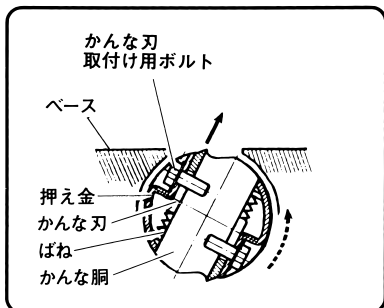

図 18
- (3) ナットカバーをひらき、かな刃回転用つまみをまわし、かな刃取付け用ボルトを上にしてかな刃固定装置のレバーを指先で押し右にまわしてかな刃を固定します。
- (4) 付属のボックススパナ (10mm) で4本のかな刃取付け用ボルトのうち内側2本をゆるめて抜き取ります。
- (5) 残った外側2本のかな刃取付け用ボルトは $\frac{1}{4}$ 回転程度ゆるめます。
- 注** • 両端のかんな刃取付け用ボルトをゆるめすぎると、かんな刃がばねに押されベース（図18参照）の内側に飛び出します。もしかんな刃が飛び出したらかんな胴を図18の点線の矢印方向にまわし、かんな刃を取り出してください。矢印と反対にまわしますと、かんな刃がベースにくい込み各部を損傷させます。